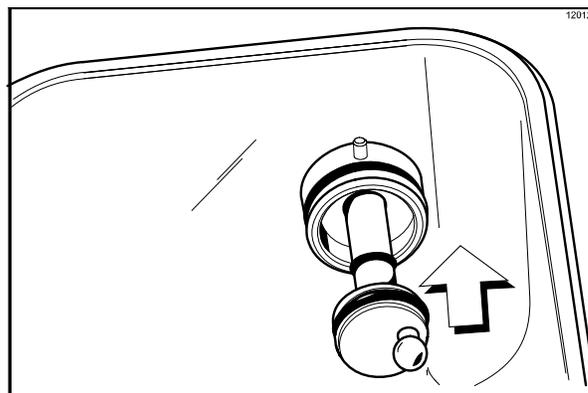

図156
14. ホッパー後部壁のドライブハブに、シャフトの六角の先端部を差し込みます(図156を参照)。